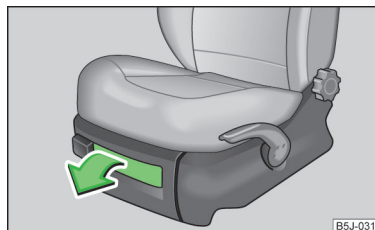

Abb. 87
- Zum Öffnen der Klappe den Griff ziehen » Abb. 87.